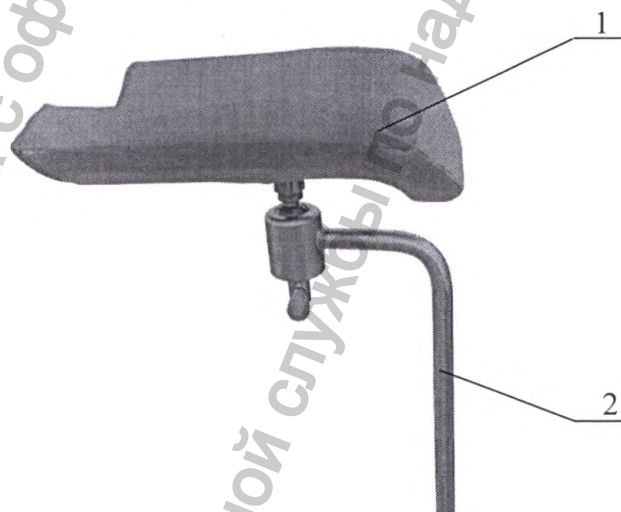

Рисунок 5. Чехол для держателя ноги по Гепелю.
5. Чехол для держателя ноги по Гепелю (Рисунок 5). Надевается на подушку держателя. Цвет материала чехла может быть выбран любой из цветовой карты предприятия.